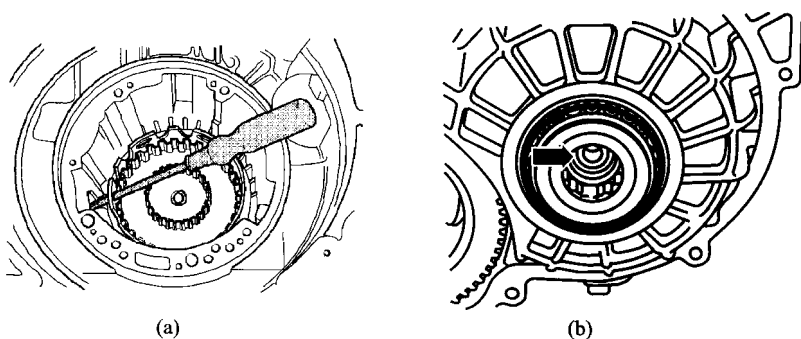

图 5-21 松开小输入轴螺栓
(13) 将螺丝刀插入大太阳轮的孔内, 以固定行星齿轮机构, 从变速器后端松开小输入轴螺栓, 如图 5-21 所示。